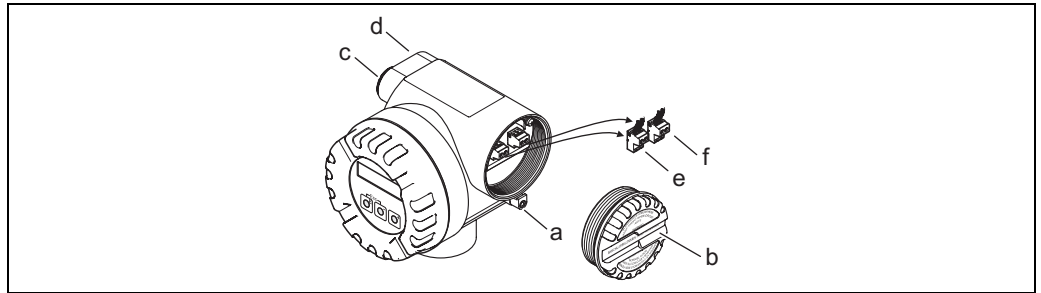

Abb. 15: Anschluss des Messumformers Ex d Ausführung
5. Anschlussklemmenstecker (g) aus dem Messumformergehäuse ziehen und das Kabel für Hilfsenergie/Stromausgang anschließen. (→ Abb. 15, A)
Optional: Anschlussklemmenstecker (h) aus dem Messumformergehäuse ziehen und das Kabel für den Impulsausgang/Frequenzausgang anschließen. (→ Abb. 15, B)
Erdungskabel an der Erdungsklemme (→ Abb. 15, C) befestigen.
Anschluss Messumformer Ex-d → Abb. 15
4. Anschlussklemmenstecker (e) aus dem Messumformergehäuse ziehen und das Kabel für Hilfsenergie/Stromausgang anschließen. (→ Abb. 15, A)
Optional: Anschlussklemmenstecker (f) aus dem Messumformergehäuse ziehen und das Kabel für den Impulsausgang/Frequenzausgang anschließen. (→ Abb. 15, B)